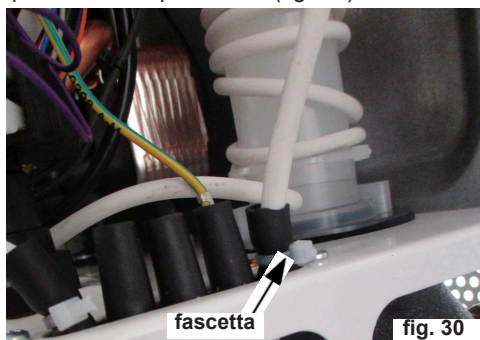
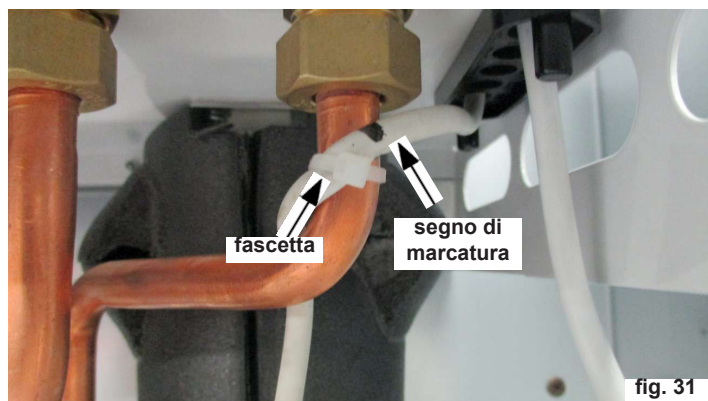

fig. 30
fig. 31
- Far scorrere il cavo scaldante posizionando il segno di marcatura in prossimità della rampa entrata acqua fredda. Utilizzare 2 fascette per bloccare il cavo scaldante prima sul passacavo (fig. 30) e poi sulla rampa entrata acqua fredda (fig. 31).